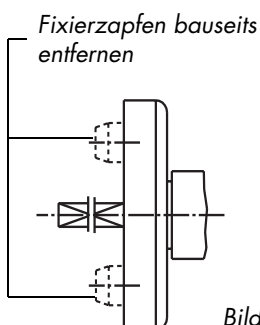

Bild 4
Fixierzapfen des Hebel Si-line FAVORIT (1) bauseits abschneiden (Bild 4).